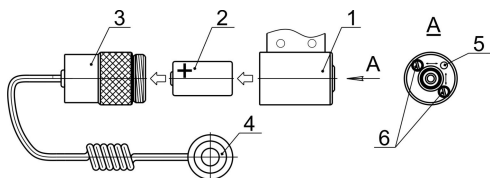

Рис.1. Лазерный целеуказатель ЛЦУ-ОМ-3Л
6.1. Вставить элемент питания 2 в ЛЦУ, соблюдая полярность, в соответствии с рис. 1. Свернуть корпус 1 с задней крышкой 3 до упора. Проверить наличие лазерного излучения нажатием на кнопку 4.
последовательным вращением регулировочных винтов 6 (рис.1) добиться совмещения пятна с точкой прицеливания, кратковременно включая ЛЦУ с помощью кнопки включения 4. Вращение регулировочных винтов 6 приводит к перемещению светового пятна в двух перпендикулярных направлениях.
При необходимости произвести замену элемента питания (2), соблюдая полярность, указанную на рис. 1.